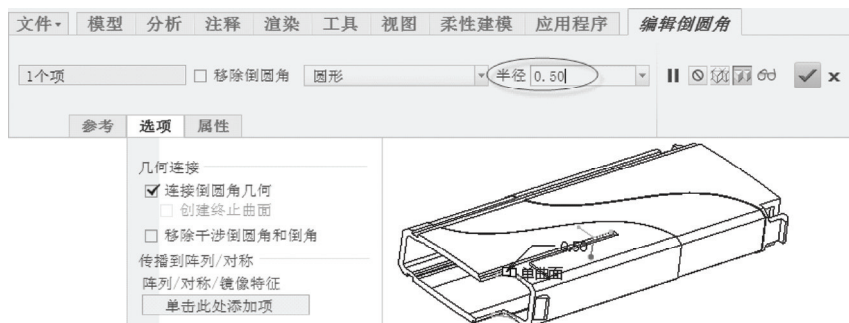

图 8-90 修改圆角半径
3) 在“编辑倒圆角”选项卡中, 将半径值修改为“0.5”, 如图 8-90 所示。